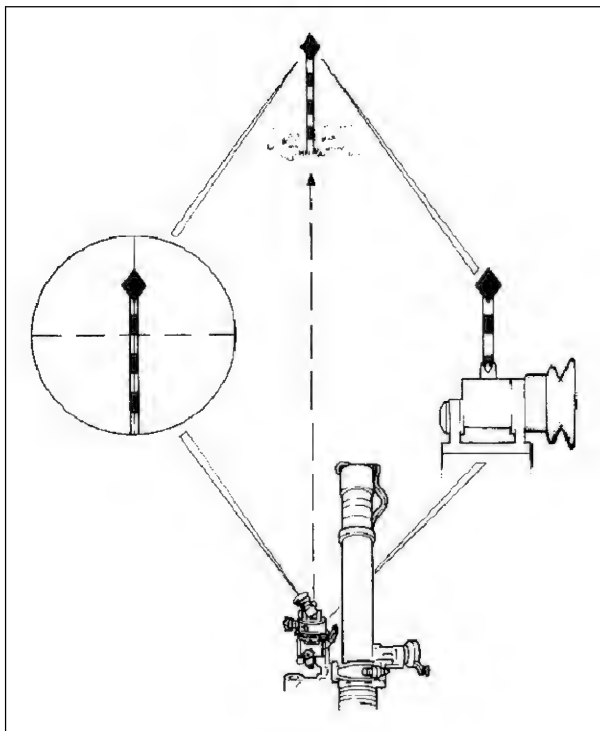

Fig 2-13. Visada correta do Aparelho de Pontaria C2
(1) o centro do retículo da luneta estiver alinhado com a baliza de pontaria, com as bolhas do nível transversal e longitudinal (elevação) centralizadas; e
(2) se for utilizar a visada direta do aparelho de pontaria, deve-se centralizar o “V” da visada com a baliza de pontaria, e calar as bolhas dos níveis transversal e longitudinal (elevação) (Fig 2-13).